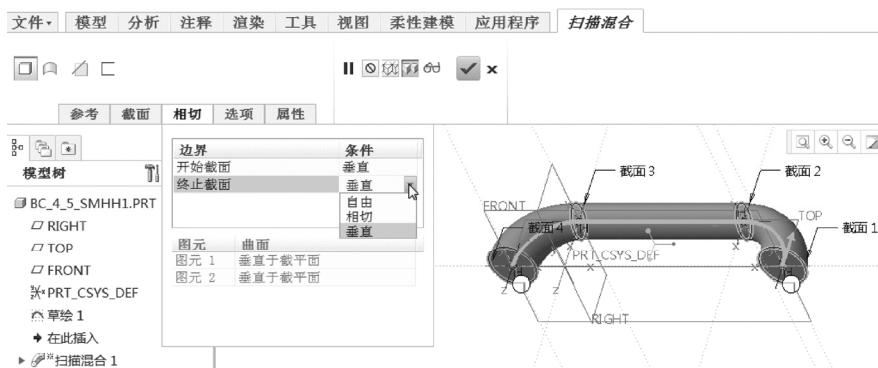

图 4-110 设置边界相切条件
14) 在“扫描混合”选项卡中打开“相切”面板，分别将开始截面和终止截面的条件设置为“垂直”，如图 4-110 所示。